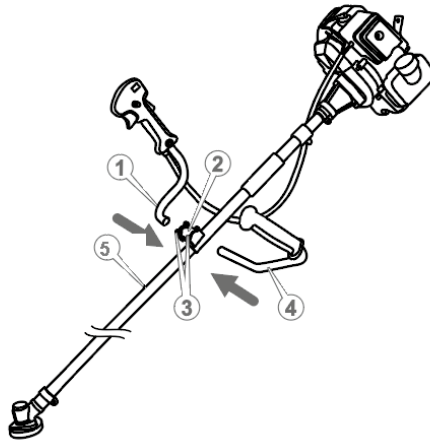

Рисунок 3. Схема встановлення руків'їв виробу.
- на кронштейні (2, рис. 3) викрутити шестигранним ключем чотири гвинти (3, рис. 3) і роз'єднати його;
- встановити верхню і нижню частини кронштейна (2 рис. 3) на «штангу» (5, рис. 3) і з'єднати так, щоб частини руків'я вільно входили в отвори кронштейна;
- розташувати кронштейн таким чином, щоб руків'ями було зручно керувати мотокосою, а трос (21, рис. 1) керування дроселем і запалюванням був послаблений, та затягнути до упору гвинти (3, рис. 3). Перевірити надійність кріплення руків'їв – прокручування в кронштейні не допускаються.